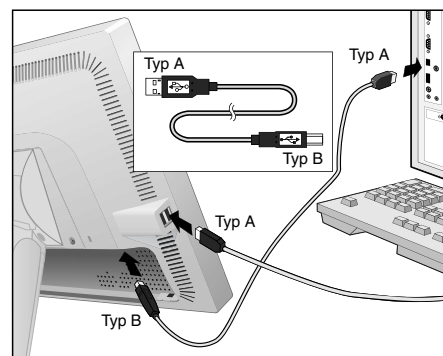

Rysunek C.3
5. Po pochyleniu monitora obróć ekran o 90 stopni (**Rysunek C.3**).